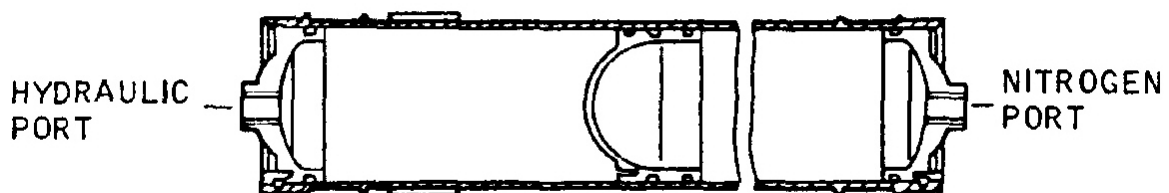

Bild 8.4 Kolbendruckspeicher (Beispiel: VFW 614)
- der *Kolbendruckspeicher* (piston type accumulator) (Bild 8.4).